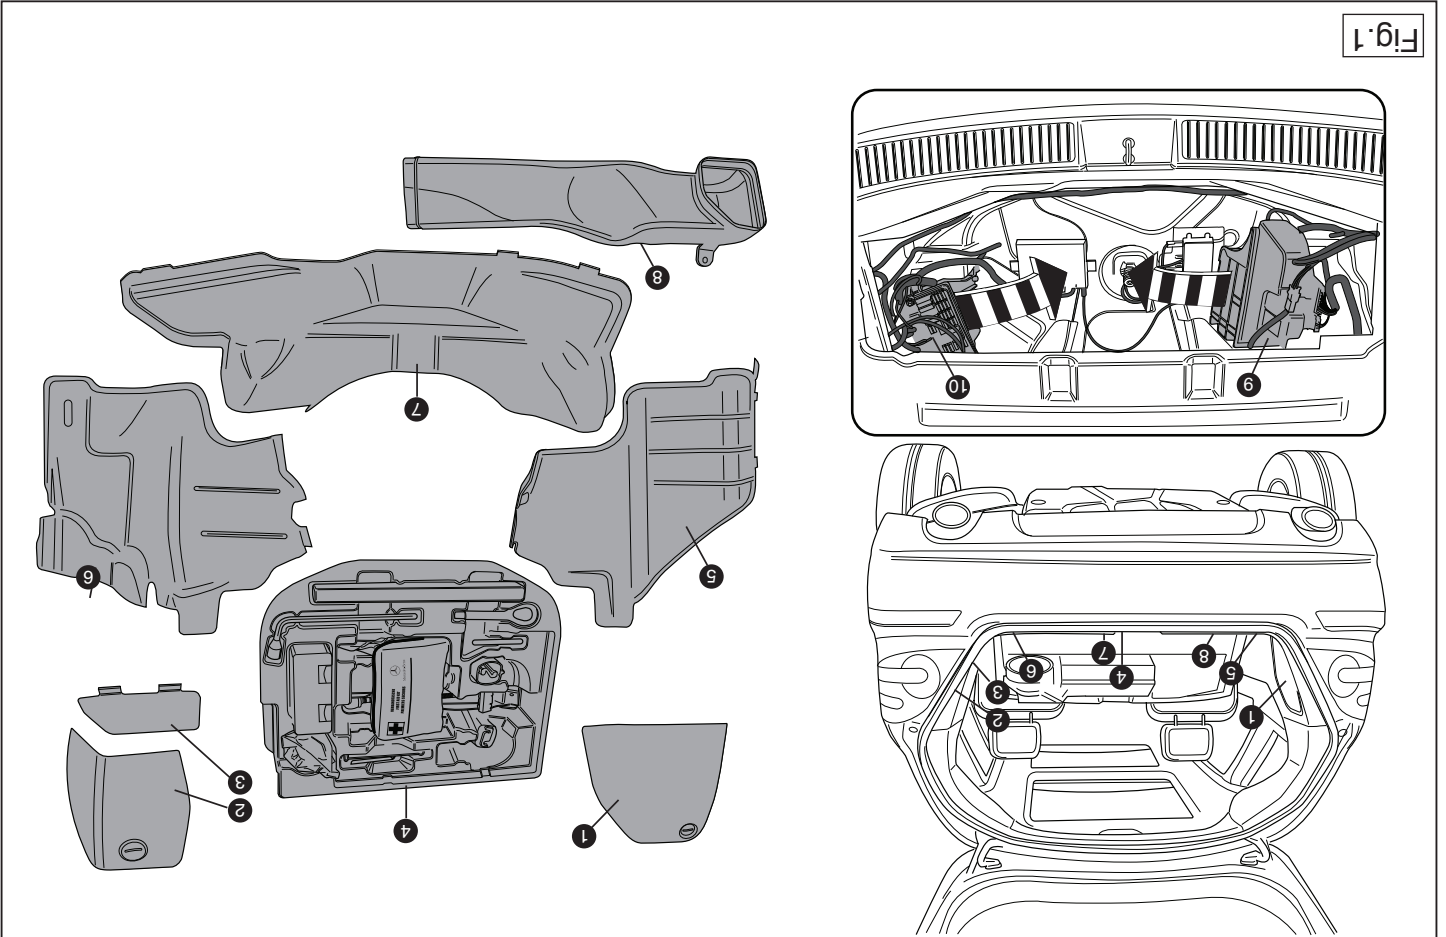

Fig. 1
1. Remove the plastic sections from the boot as indicated. (See figure 1).
1. Die angegebenen Kunststoffteile im Kofferraum entfernen. (Siehe Abbildung 1).
1. Démontez les parties en plastique indiquées qui se trouvent dans le coffre. (Voir la figure 1).
1. Снять указанные пластмассовые части в багажном отсеке. (См. рисунок 1).